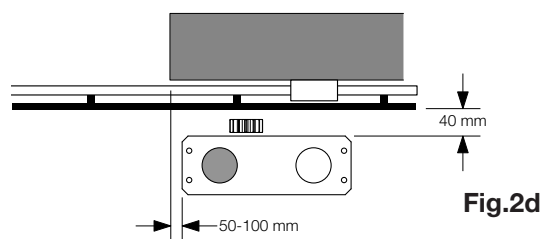

Fig.2d
- Fig.2d instalación con motor a la derecha